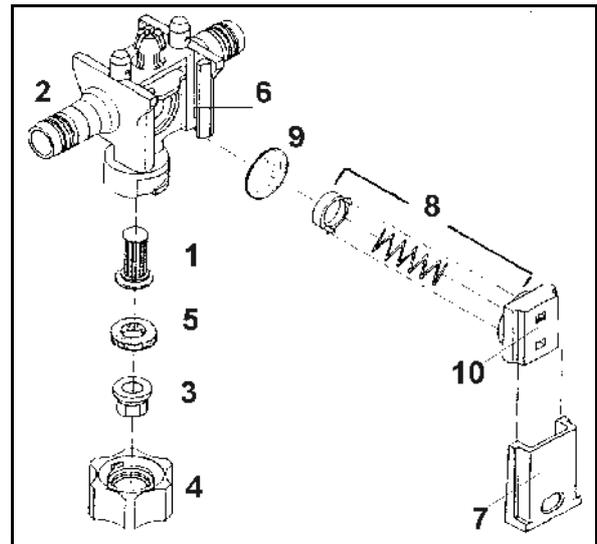

Fig. 151
Contrôlez de temps en temps le bon positionnement de la trappe (Fig. 151/7).
- Pour se faire, insérez la trappe dans le corps de buse (Fig. 151/2) autant que possible en utilisant une force moyenne du pouce.
1. Introduisez par le bas le filtre de la buse (Fig. 151/1) à l'intérieur du porte-buse (Fig. 151/2).
2. Placez la buse (Fig. 151/3) dans l'écrou porte-buse (Fig. 151/4)
3. Placez le joint caoutchouc (Fig. 151/5) au-dessus de la buse.
Des dépôts de produit dans le siège de la membrane (Fig. 151/6) sont à l'origine d'une coupure des buses défectueuse (gouttage) en cas d'arrêt de l'alimentation de la rampe. Il faut alors nettoyer les membranes considérées en procédant comme suit:
1. Retirez la glissière (Fig. 151/7) du porte-buse (Fig. 151/2) en la faisant coulisser en direction de l'écrou porte-buse.
2. Retirez le poussoir à ressort (Fig. 151/8) et la membrane (Fig. 151/9).
3. Nettoyez le siège (Fig. 151/6) de la membrane.
Vérifiez que les ressorts sont montés dans le bon sens. Les bords droits et gauches décalés et remontants sur le carter du ressort (Fig. 151/10) doivent remonter vers le profil de la rampe lors de la repose.